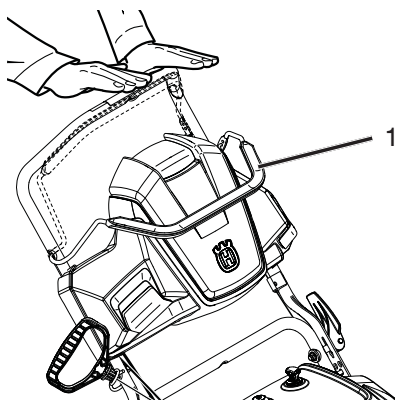

Figure 15
1. Pour désengager les lames de la tarière, relâcher la barre de contrôle (Figure 15).